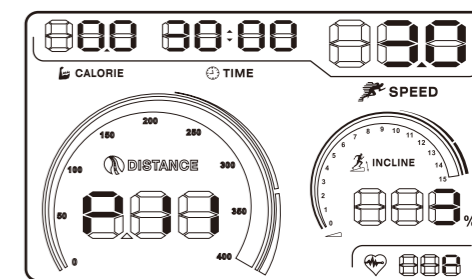

图41
2. 连续按下面板上Training Prog键 ，直至屏幕上出现P11字样，时间窗口闪烁，默认时间为30分钟，您可以通过SPEED（速度）的+（增加）/-（减少）键调整时间。（图41所示）。